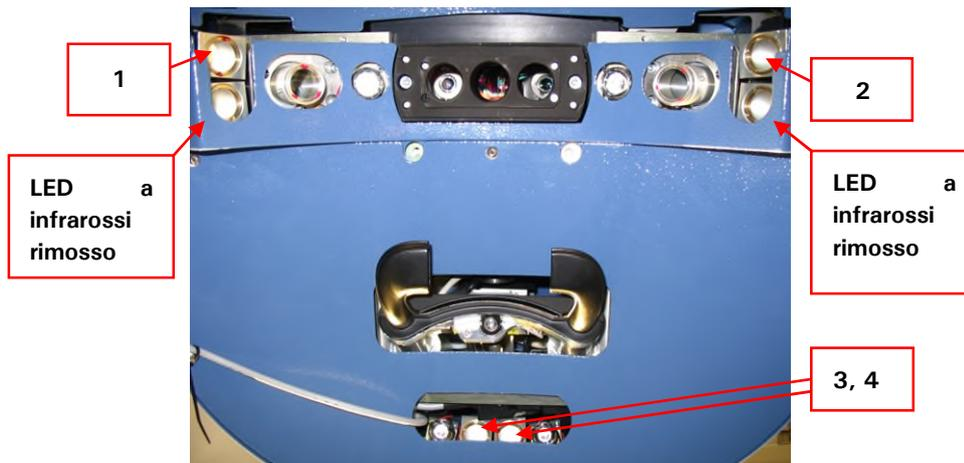

Figura 8-14: LED a infrarossi per sistema di monitoraggio dell'occhio (a partire da giugno 2022)
L'illuminazione a infrarossi del sistema di monitoraggio dell'occhio AMARIS è fornita da **quattro (4)** LED situati alla base del braccio laser (Figura 8-14).